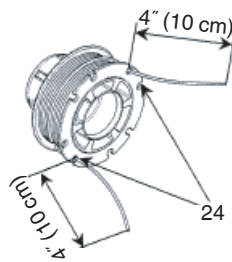

Fig. 28
(4) Poussez chaque fil dans les trous d'arrêt (24) en laissant des bouts libres d'environ 4'' (10 cm). (Fig. 28)